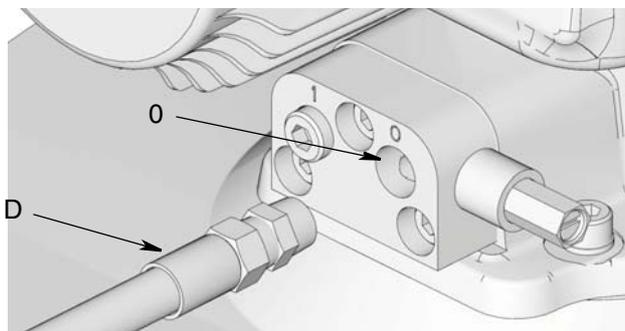

Рис. 51: Выпускной патрубок для смазочного материала
28. Подсоедините таймер / контроллер (F) (предоставляется пользователем, если используется).
29. Подсоедините линию подачи смазки под высоким давлением (D) к выпускному патрубку для смазочного материала (O) (Рис. 51) на воздуховыпускном клапане или коллекторе.